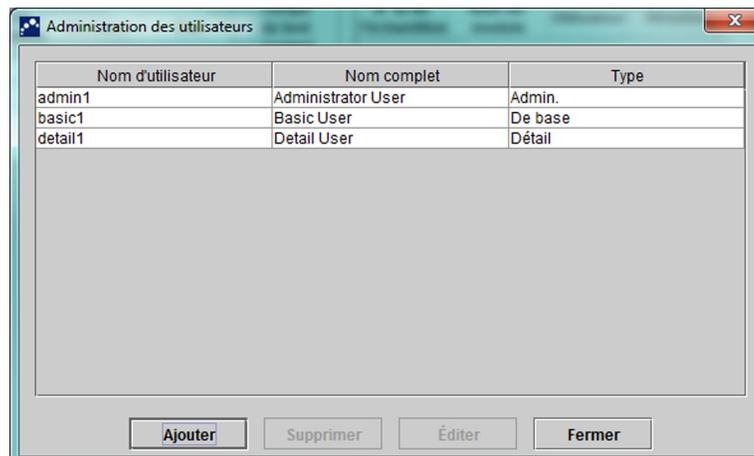

Figure 2-74. Boîte de dialogue Administration des utilisateurs
1. Dans la fenêtre GeneXpert Dx System (cf. Figure 2-55), cliquez sur **Administration des utilisateurs** dans le menu **Configuration**. La boîte de dialogue Administration des utilisateurs apparaît. Voir Figure 2-74.